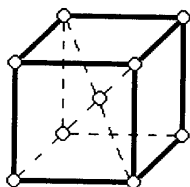

Рис. 6
24. Почему вещества, обладающие кристаллической решеткой, представленного на рис. 6 типа, не образуют растворов внедрения с высокой концентрацией растворенного компонента?